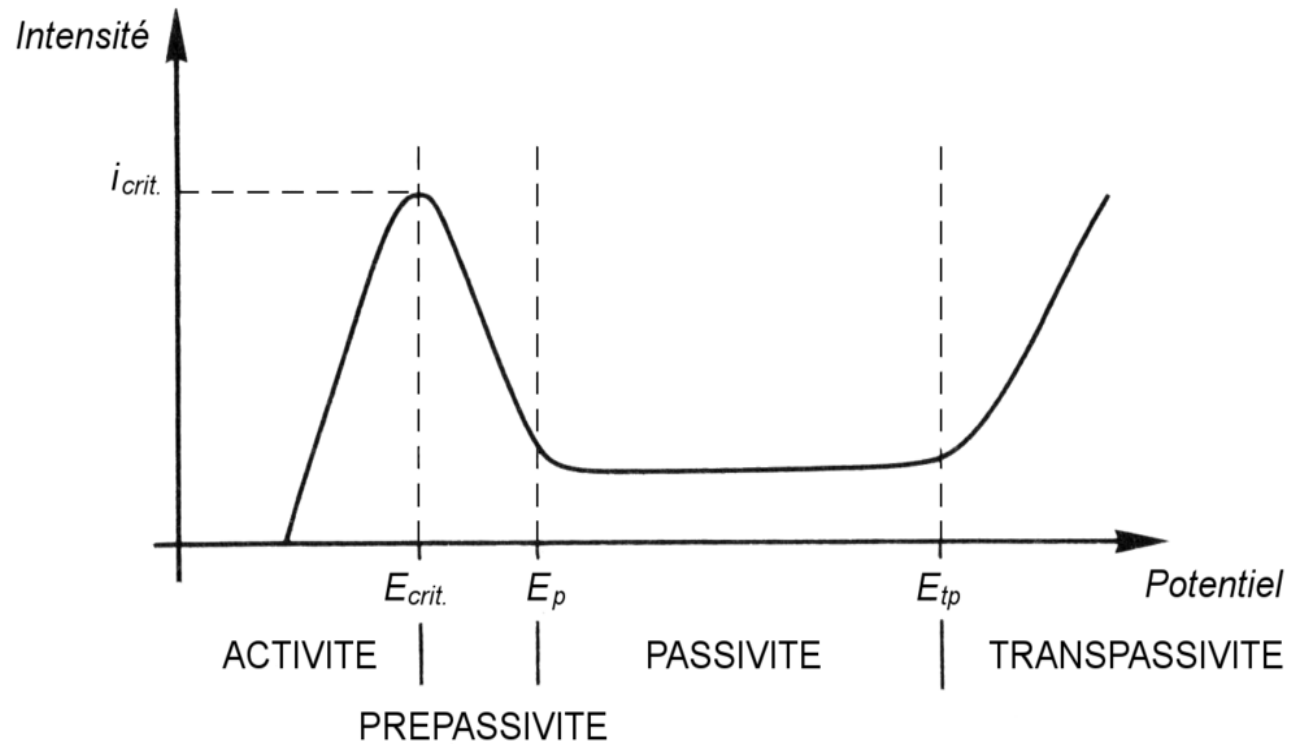

Figure 10 – Courbe de polarisation d'un alliage métallique passivable
- Passivation (Figure 10, image 4) : <https://fr.wikipedia.org/wiki/Passivation>